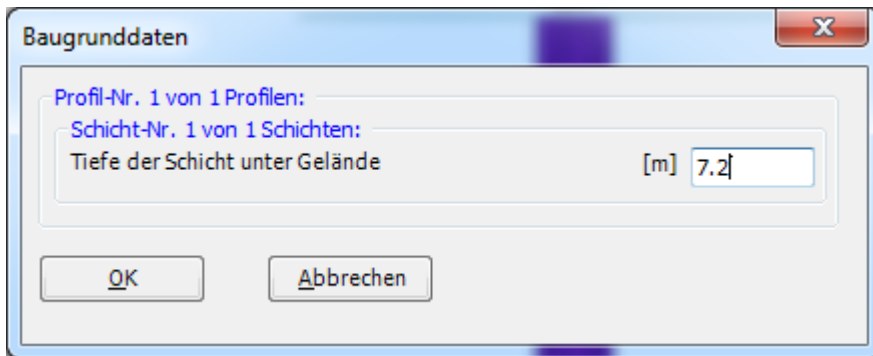

Bild 9.18 Dialogfeld "Tiefe der Schicht unter Gelände"
- Doppelklicken Sie auf Tiefe der Schicht. Das entsprechende Dialogfeld (Bild 9.18) erscheint, um die Tiefe der Schicht zu modifizieren